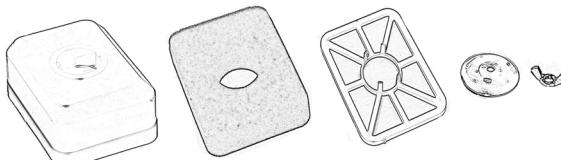

Figura 21
- Strizzare con cura il filtro e lasciarlo asciugare. Figura 21.